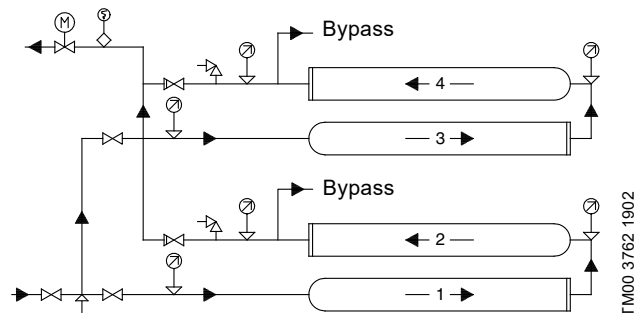

Fig. 8 Sistema booster con due moduli collegati in serie e in parallelo, montati uno sopra l'altro
- Per i moduli collegati in serie e parallelo, montati uno sopra l'altro, si consiglia di collegare i tubi come mostrato in fig. 8.